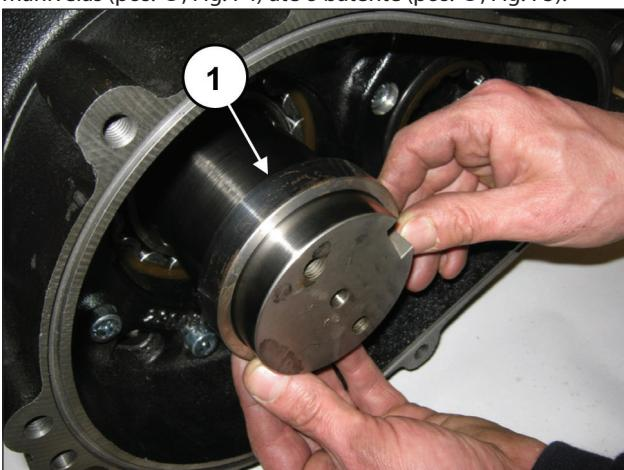
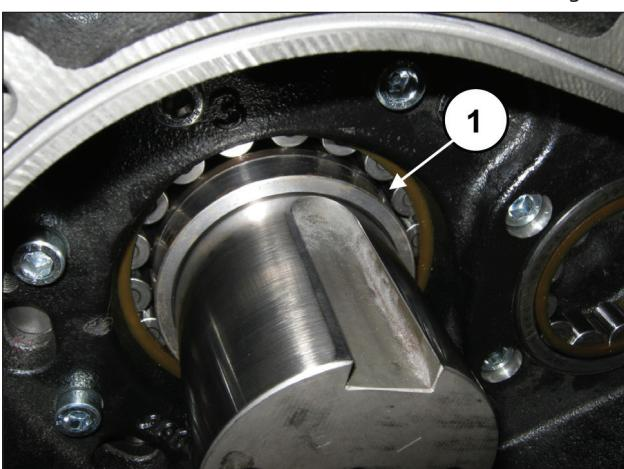

Fig. 74
Fig. 75
Insira o anel de suporte da coroa no suporte do eixo de manivelas (pos. ①, Fig. 74) até o batente (pos. ①, Fig. 75).